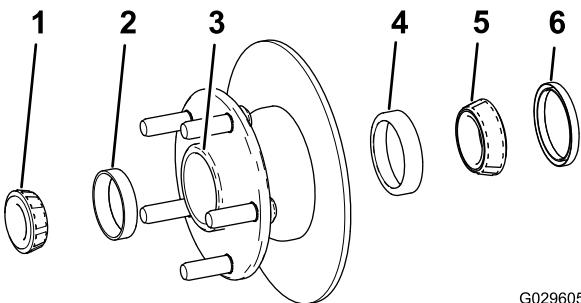

Figura 34
1. Retire o rolamento exterior e a correia do rolamento do cubo (Figura 34).
2. Retire o vedante, o rolamento interior e a correia do rolamento do cubo (Figura 34).
5. Limpe a cavidade do cubo de lubrificante, sujidade e detritos (Figura 34).
7. Coloque as correias do rolamento interior e exterior no cubo (Figura 34).
8. Encha a cavidade do cubo 50 a 80% com o lubrificante especificado (Figura 34).
9. Monte o rolamento interior na correia no lado interior do cubo e coloque o vedante (Figura 34).